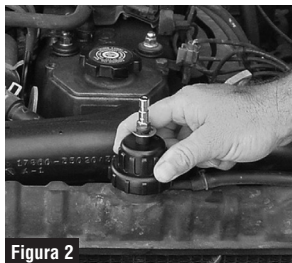

Figura 2
2. Alinee las orejas trabantes del adaptador con las muescas en la abertura del cuello del radiador. Presiónelas levemente. Gire el adaptador en sentido horario hasta que las orejas trabantes suban por las superficies inclinadas de la leva en el cuello del radiador. Consulte la Figura 2.